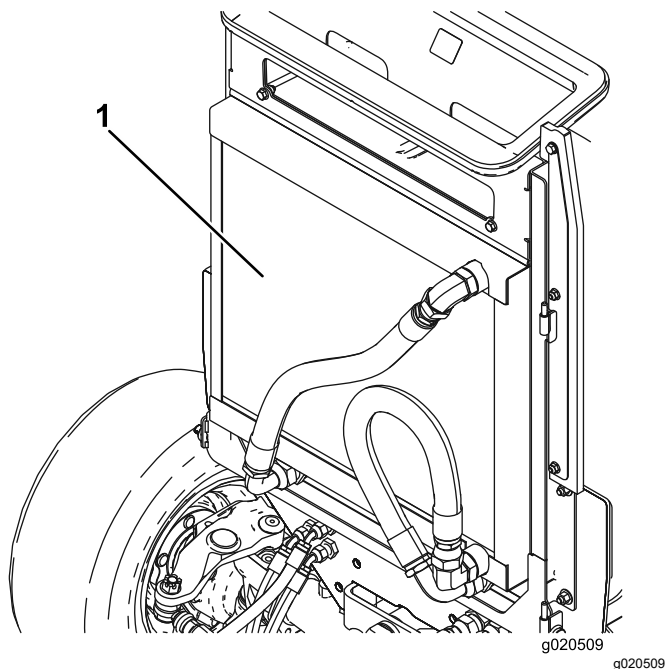

Figura 112
4. Limpe os dois lados do refrigerador de óleo e o radiador com ar comprimido (**Figura 112**).